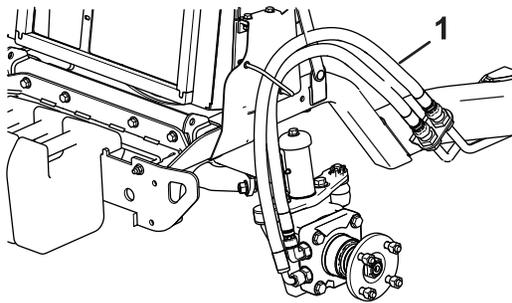

Figura 8
15. Pase las mangueras a través de la guía de mangueras (Figura 8).